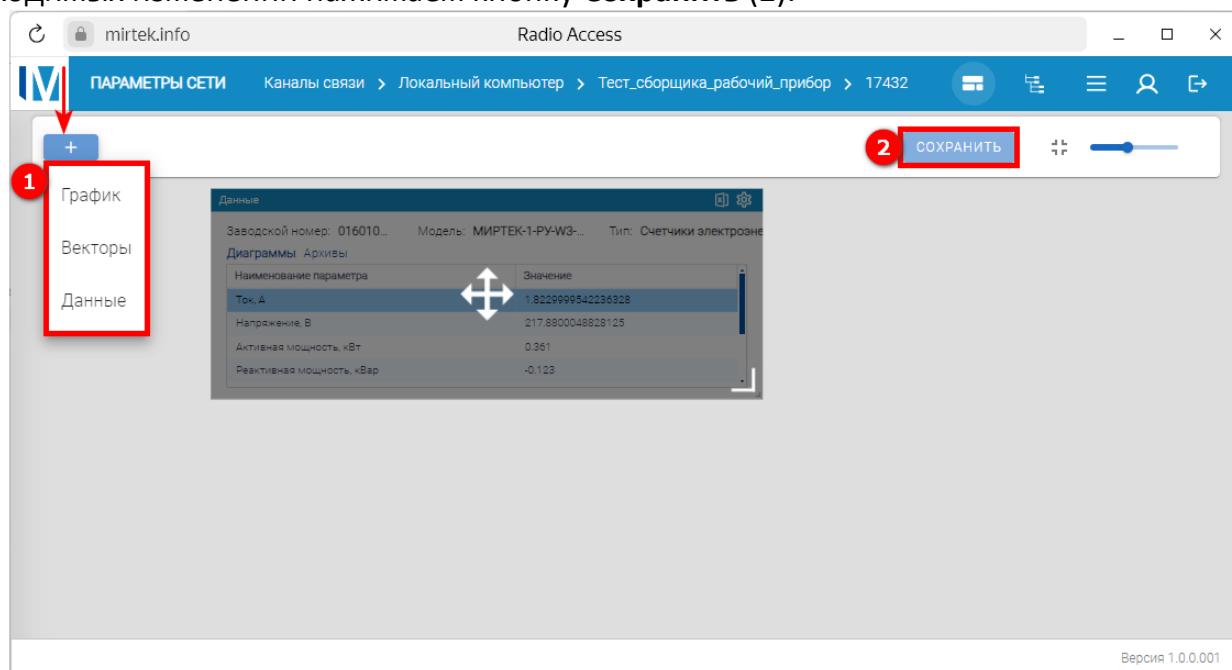

Рисунок 26 – Добавление информационных таблиц
После внесения всех необходимых изменений нажимаем кнопку **Сохранить** (2) (см. рисунок 26).
Нажимая на кнопку  в верхнем левом углу, можно выбрать необходимые для отображения информационные таблицы (1) (см. рисунок 26). После внесения всех необходимых изменений нажимаем кнопку **Сохранить** (2).